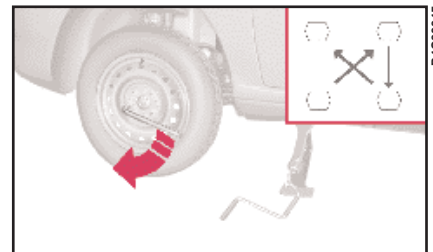

fig. 5
13) Stringere a fondo i bulloni, passando alternativamente da un bullone a quello diametralmente opposto, secondo l'ordine illustrato in (fig. 5).
8) Stringere a fondo i bulloni secondo l'ordine precedentemente illustrato (fig. 5).